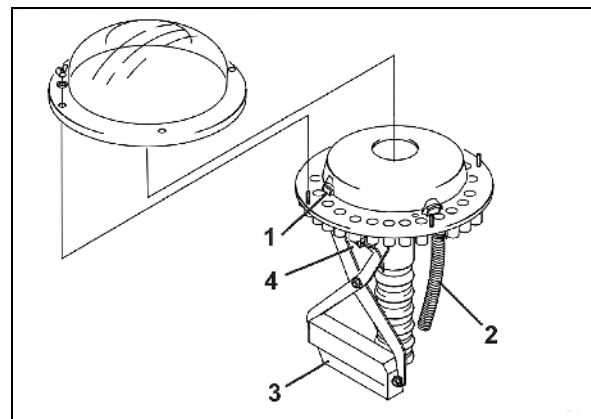

Bild 42
- spärrar ett spjäll i fördelarhuvudet (Bild 42/1) utsädesflödet till slangarna (Bild 42/2) för körspårsbillarna
Utmatningen av utsäde till körspårsbillarna avbryts så snart elmotorn (Bild 42/3) stänger av motsvarande sårör (Bild 42/2) i fördelarhuvudet.
En sensor (Bild 42/4) kontrollerar att spjället (Bild 42/1), som öppnar och stänger alla sårören (Bild 42/2) fungerar på rätt sätt.